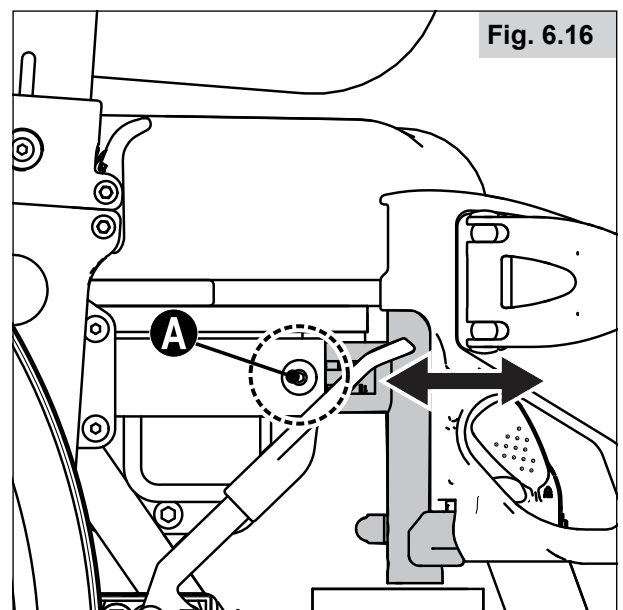

Fig. 6.16
6.15 Sitztiefe/Oberschenkellänge durch Versetzen des Befestigungsteils der Beinstütze verstellen (Fig. 6.16)